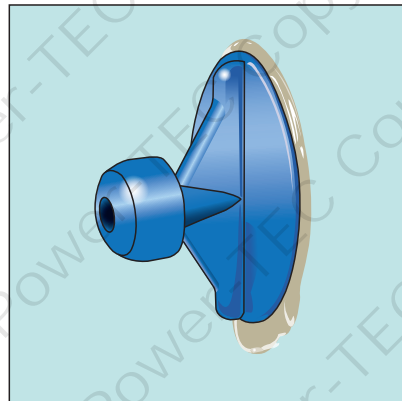

Abb. 2
3. Heißkleber auf das Pad aufbringen und Pad mittig auf die Beule setzen (siehe Abb. 2).